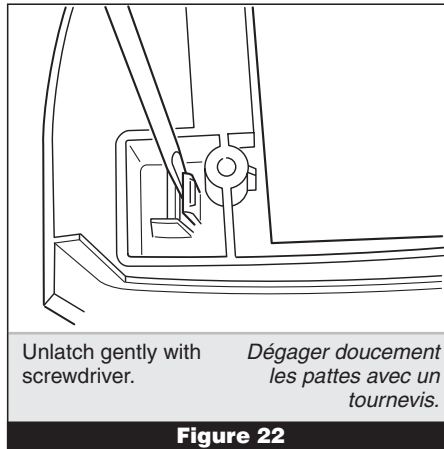

Figure 22
4. Unlatch them gently with a screwdriver while pulling the electronics housing assembly out. See figure 22.
4. Dégager doucement les pattes de plastique avec un tournevis tout en tirant pour dégager le carter du module électronique. Voir figure 22.